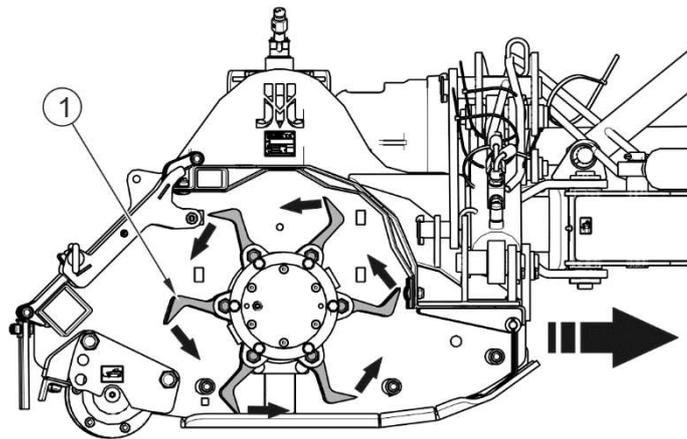

FIGURE 4.1 Compatibilité des rotations de l'unité de coupe avec le sens de (1)- unité de coupe
- compatibilité des rotations de l'unité de coupe (FIGURE 4.1).